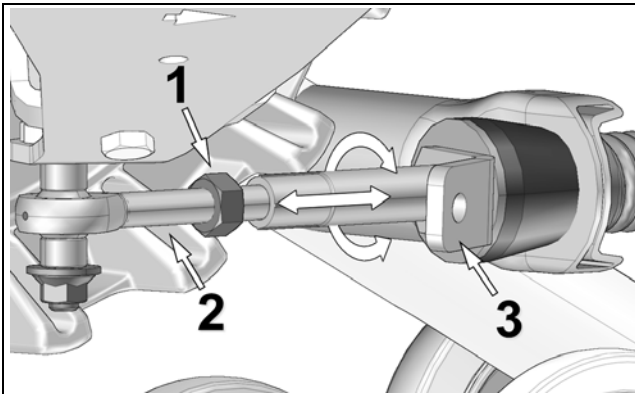

Abbildung 3
- Gegenmutter lösen (1). Stellen Sie die Länge des Stangenkopfes (2) ein, indem Sie das Lenkbegrenzer-Stützblech (3) des Stabilisierungsarms drehen. Verwenden Sie zur Drehung des Stützbleches einen 30 mm [1 3/16 Zoll] Schraubenschlüssel, um einen Abstand von **254 mm [10 Zoll]** vom Boden aus zu erzielen. Siehe Abbildung 3.